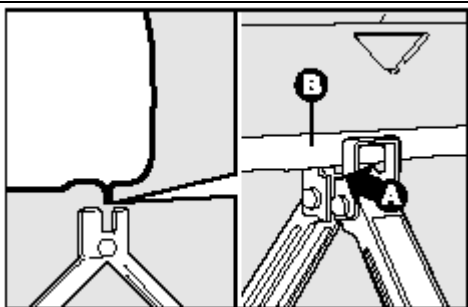

рис. 10
- Вставьте ручку в домкрат и поверните до тех пор, пока канавка домкрата **А-рис.10** точно сядет на нижний профиль кузова, **В** полученный на лонжероне.